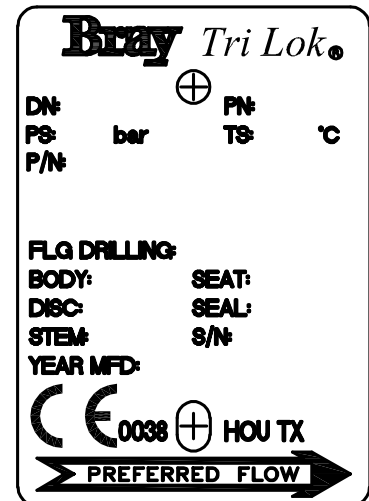

Abb. 1 - Typenschild
- 12.1** Alle Tri Lok-Armaturen (EU-Version) sind mit einem Typenschild versehen (**Abb. 1**), das die folgenden Angaben enthält: